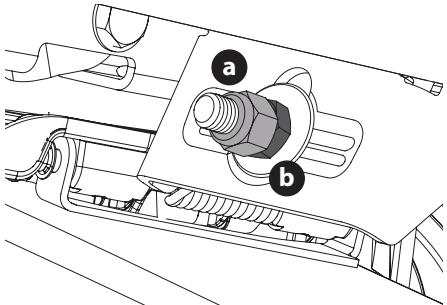

Figure 36
- Pour relever l'avant du plateau, retirez le capuchon, desserrez le contre-écrou supérieur (a), puis resserrez l'écrou inférieur (b) (dans le sens horaire) (Figure 36). Après avoir effectué le réglage, resserrez le contre-écrou supérieur (a) et replacez le capuchon.
- Pour abaisser l'avant du plateau de coupe, retirez le capuchon, desserrez le contre-écrou supérieur (a), puis desserrez l'écrou inférieur (b) (dans le sens anti-horaire) (Figure 36). Après avoir effectué le réglage, resserrez le contre-écrou supérieur (a) à couple de 77 N m (57 pi-lb) et replacez le capuchon.